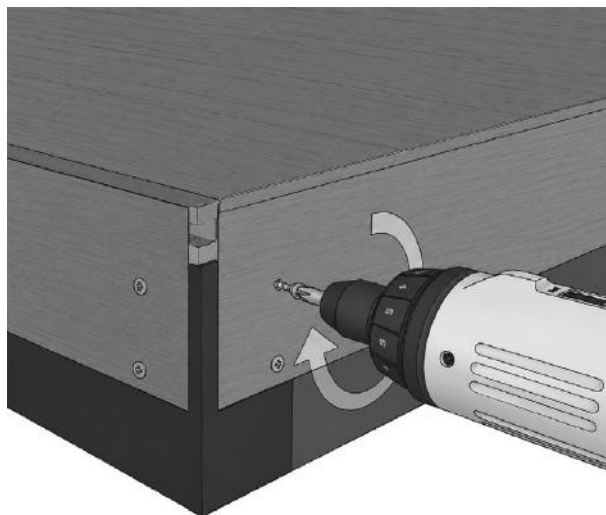

FIG. 23 — BANDEAU FIXÉ POUR MASQUER LE CHANT RAINURÉ DE LA LAME
- 01 Alignez le bord supérieur du bandeau avec le dessus de la terrasse pour masquer le chant rainuré de la lame (fig. 23).